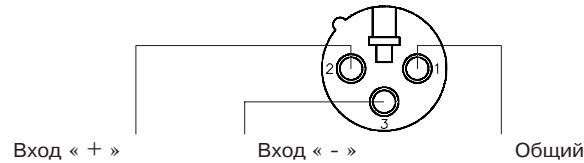

Рис.3
9. Распайка входных соединителей показана на рис.3.